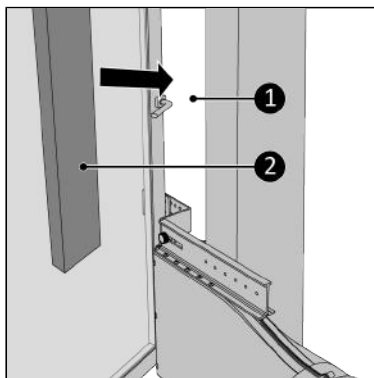

Abbildung 136.
- Füllen Sie die Freiräume (Abbildung 136, Pos. 1) mit dem gelieferten Isolierschaum (Abbildung 136, Pos. 2) auf, schneiden Sie den Schaum ab, falls notwendig\*.